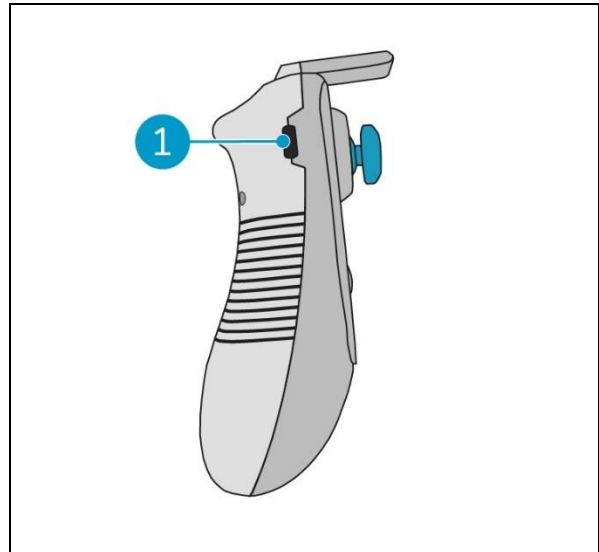

Abbildung 12
1. Verbinden Sie den USB-C-Stecker des USB-C-zu-USB-A-Kabels mit dem USB-C-Anschluss (Abbildung 12, Pos. 1) der Fernbedienung an, siehe Abbildung 12.